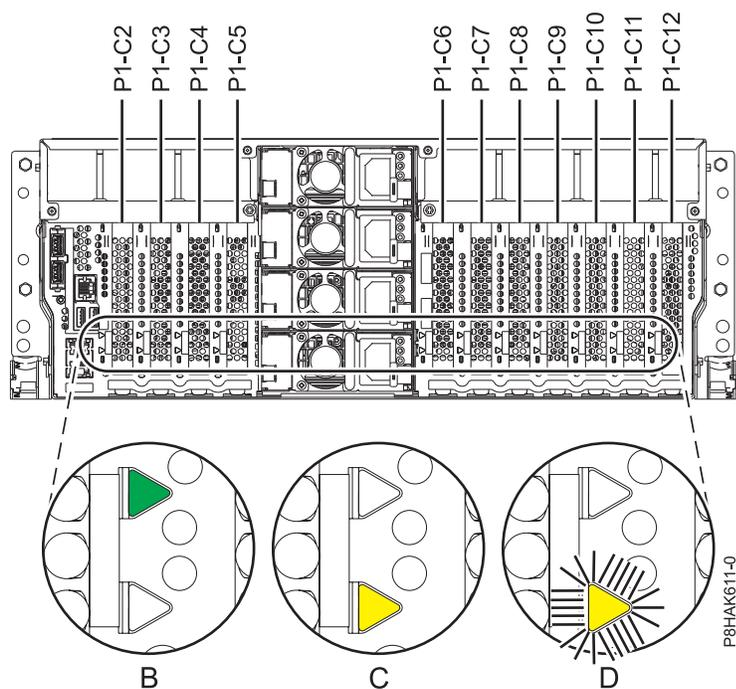
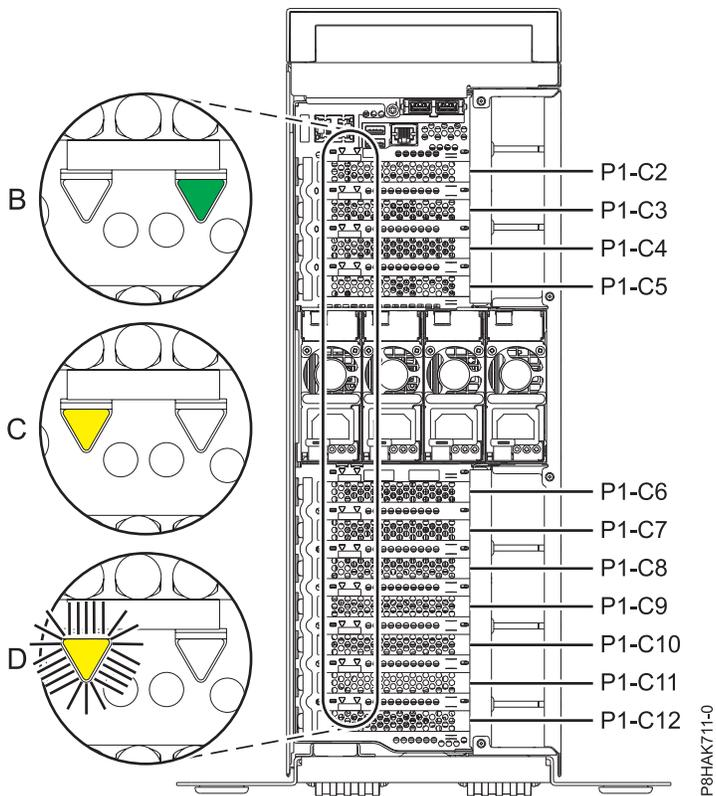

Figura 58. Ubicaciones de la ranura del adaptador PCIe y ubicaciones de los LED en un sistema montado en bastidor
Figura 59. Ubicación de la ranura del adaptador PCIe y de los LED en un sistema 8286-41A autónomo
Si está prestando servicio técnico para un adaptador PCIe anómalo, busque el LED ámbar parpadeante del adaptador PCIe anómalo para identificarlo. Consulte la Figura 58 y la Figura 59 en la página 68 que muestran el estado de los LED. Tenga en cuenta que el LED ámbar del adaptador PCIe anómalo está **parpadeando**, como se muestra en (D) en la Figura 58 y la Figura 59 en la página 68.
**Atención:** Si el adaptador PCIe está funcionando correctamente, el LED de actividad está **encendido** (verde) y el LED de error ámbar está **apagado**, como se muestra en (B) en la Figura 58 y la Figura 59 en la página 68. No intente extraer el adaptador PCIe en funcionamiento.